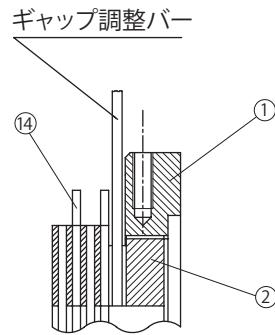

図 8-16
フィールド④側から見て左に回すとギャップが狭くなります。(図 8-16 参照)
- (4) アウターディスク⑭とセンターリング①の間には、取付ボルト③と固定ボルト⑪が交互に 6 本ずつ通っているため、ギャップ調整バーを回していくとそれらのボルトに当たります。ギャップ調整ネジ②には 8 等配の溝があり、ギャップ調整バーがボルトに当たるごとに(3)を繰り返して、ギャップ G を規定値に調整します。
- (5) ストッパー⑯を、規定ギャップに最も近い溝とネジ穴の点を選び取り付けてください。
- (6) ブレーキの手動解放を元の状態に復帰させた後、電源を入れてブレーキ動作を確認してください。
- (7) ファン⑦、カバー⑧を取り付けます。この時ファンセットボルト⑩には、スリーボンド TB2365 を塗布してください。